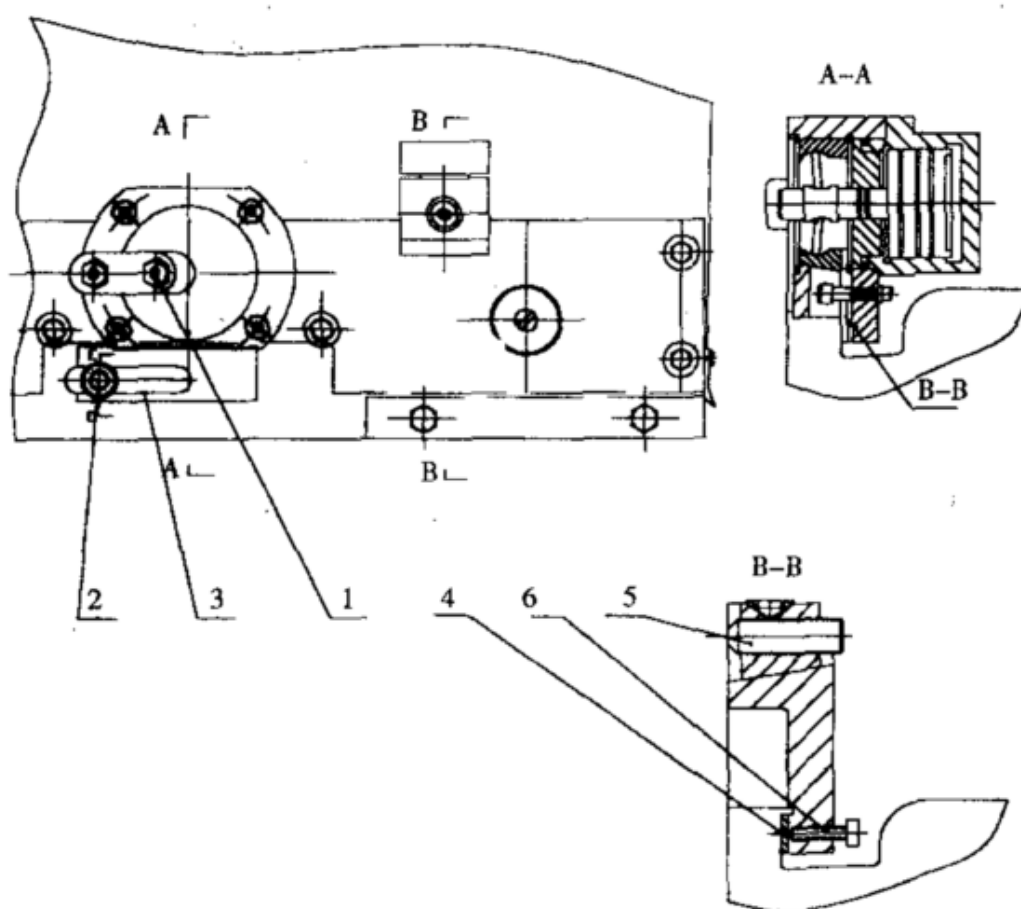

Рис.7.1
7.2.1. Настройка зажима шпиндельной бабки (смотрите рисунок 7.1).